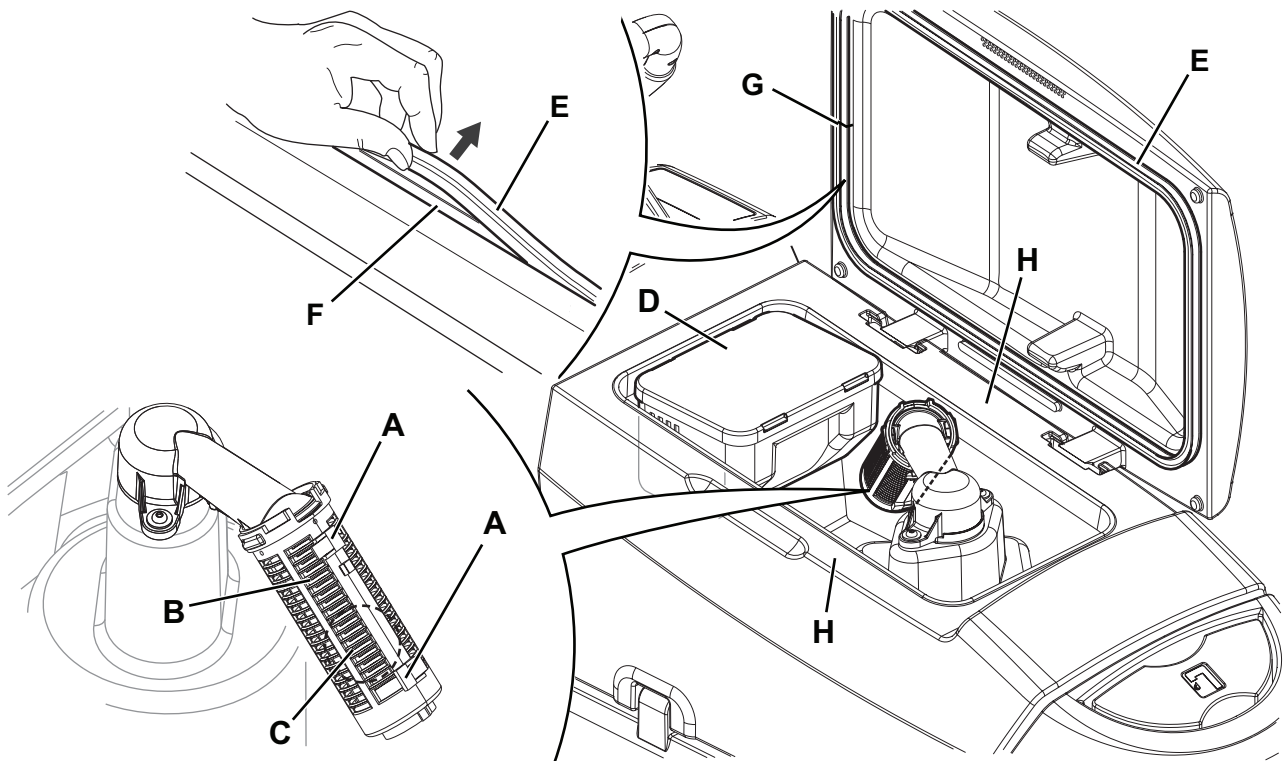

Abbildung 6
2. Sicherstellen, dass die Maschine ausgeschaltet ist und dass der Stecker des Versorgungskabels (4) vom Versorgungsnetz getrennt wurde.
3. Durch das Ablaufrohr (11) das Wasser aus dem Tank ablassen.
4. Deckel (31) anheben.
5. Das Tankinnere (30) und den Deckel reinigen und mit sauberem Wasser waschen.
6. Sauggitter (28) reinigen, Haltevorrichtungen (A, Abb. 6) lösen, Gitter (B) öffnen und Schwimmer (C) entnehmen. Sorgfältig reinigen und wieder einbauen.
7. Den Schmutzfangkorb (D) ausbauen und dessen Deckel öffnen, dann sorgfältig reinigen und wieder am Ansaugrohr anbringen.
8. Die Unversehrtheit der Deckeldichtung (E) des Tanks prüfen.